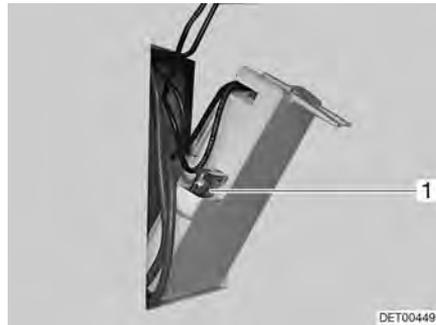

Fig. 142 Fusible del inodoro Thetford
- Cambiar el fusible (Fig. 142,1).